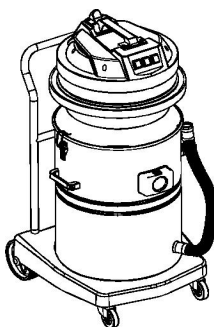

Figura 2
2. Puneți capul mașinii pe corpul mașinii și asigurați-vă că centrul comutatorului de alimentare din capul mașinii este aliniat cu centrul conectorului pătrat. Apoi fixați cele două catarami pentru a fixa corpul mașinii. (Figura 2).